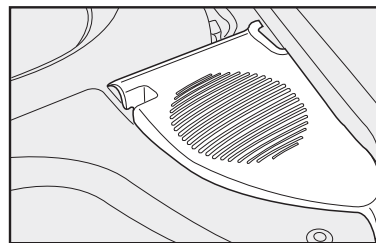

fig. 71
- alto-falantes traseiros **fig. 71**.